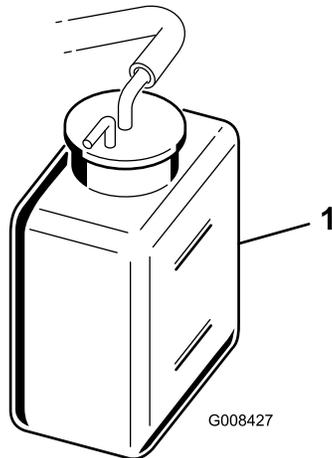

图30
2. 检查冷却液液位（图30）。发动机冷却时，液位应介于备用油箱的上下两条线之间。